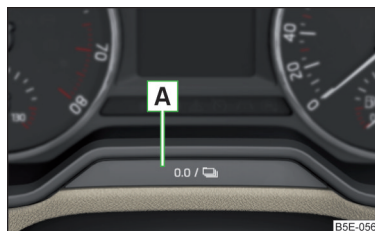

Fig. 22
► Pulse ligeramente la tecla **A** » fig. 22 de la pág. 42.
- Mantenga pulsada la tecla **A** » fig. 22 hasta que se muestre en la pantalla el punto de menú **Hora**.